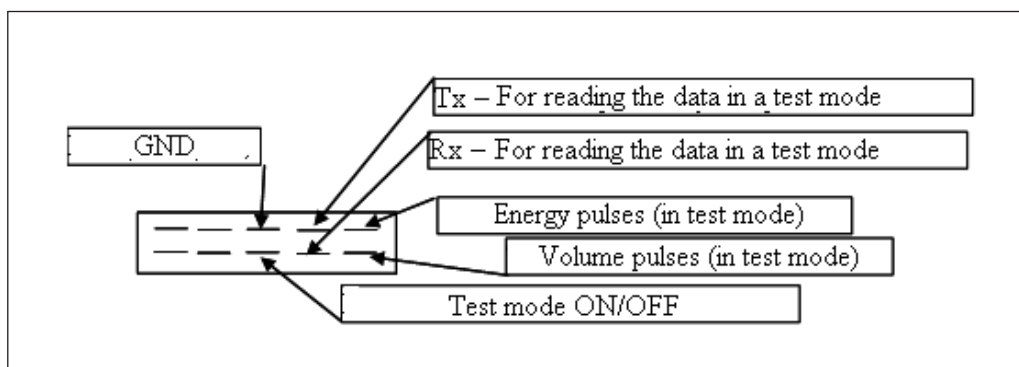

Abb.6.3. Bestimmungsort der Kontakte von Stecker J
Der 2-reihige 10-polige Stecker befindet sich auf der Rechenwerksplatine zwischen den Temperatursensoren und den Impulseingang/-ausgangsterminals (siehe Abb. A1, Anhang A). Bestimmungsort der Kontakte von Stecker J wird dargestellt in Abb. 6.3.
Die Impulsausgänge sind aktiv, wenn die entsprechenden Kontakte des Steckers (J) geöffnet sind (siehe Abb. 6.3)